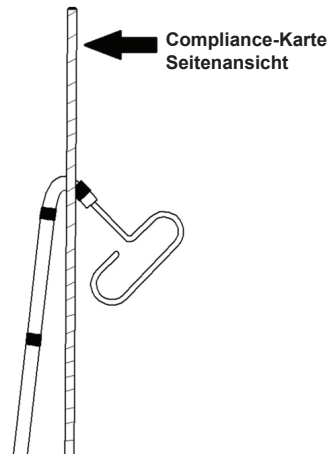

Abbildung 1 Geformte Konfiguration
- Den distalen Spitzenmarkierungsstreifen mit der Krümmung am unteren Teil in die Dampftruf legen. (siehe Abbildung 1)